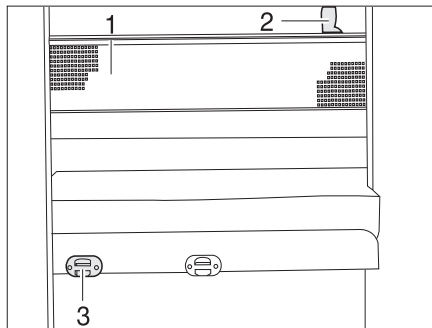

Fig. 142 Filet de sécurité
- Accrocher l'échelle de montée par les longerons sur le bandeau (Fig. 142,3) installé sur le cache.
Le filet de sécurité (Fig. 142,1) de série est rangé entre le matelas et le sommier à lattes. Ne tendre le filet de sécurité qu'une fois que la personne se trouve dans le lit.
- Faire s'enclencher les sangles de retenue (Fig. 142,2) dans les œillets du plafond.